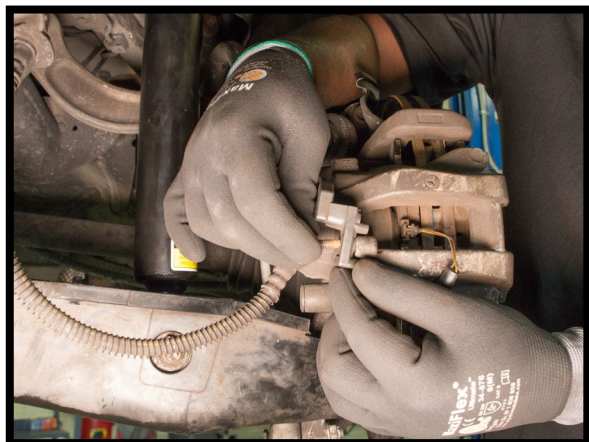

图57
6. 在车辆的右后侧，重新连接制动报警传感器并插入报警线。(图57、58、59和60)